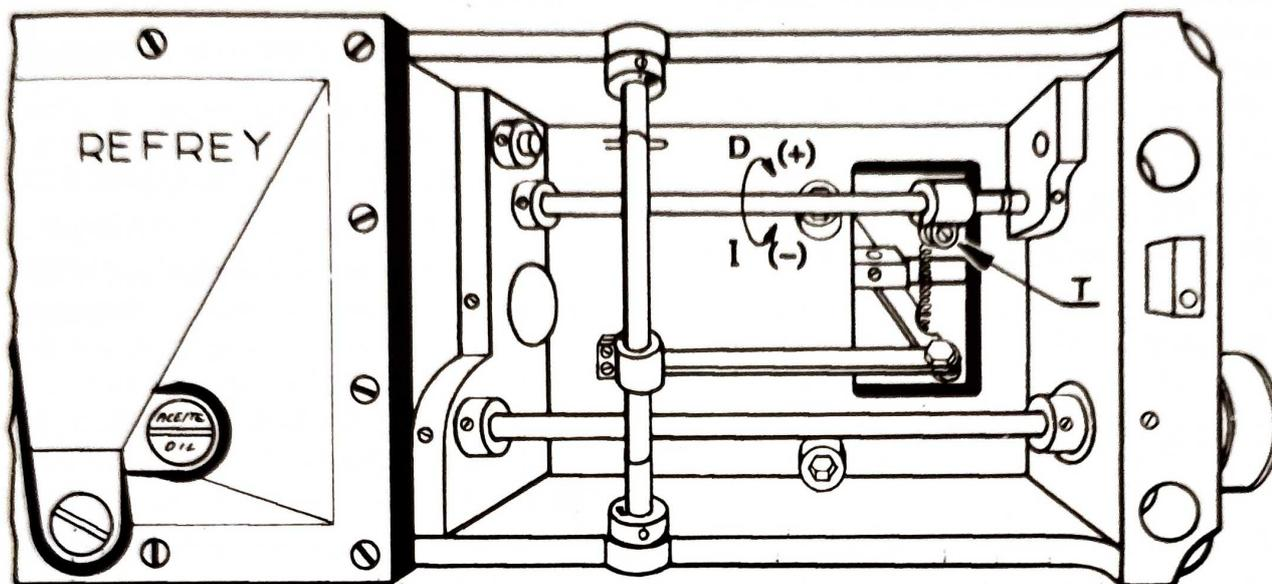

Fig.15
6.1 Si on désire des points de même longueur en avant soient plus parfaits que les points de retour, ou vice-versa, agir sur la vis T (fig. 15).